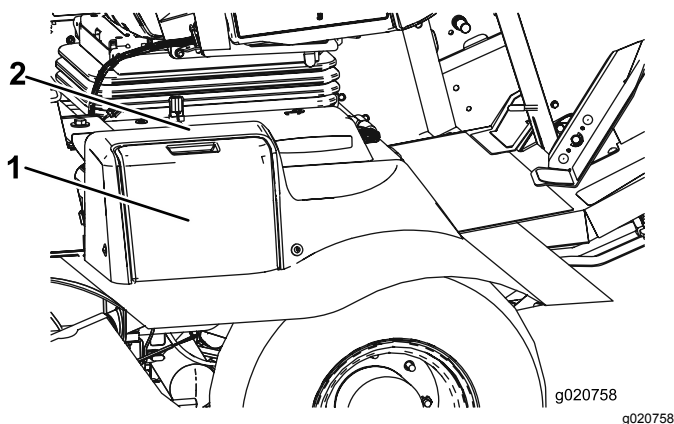

Figure 75
1. Ouvrez le couvercle de la batterie sur le côté du carénage (Figure 75).
Remarque: Appuyez sur la surface plate au-dessus du couvercle de batterie pour faciliter la dépose du couvercle (Figure 75).